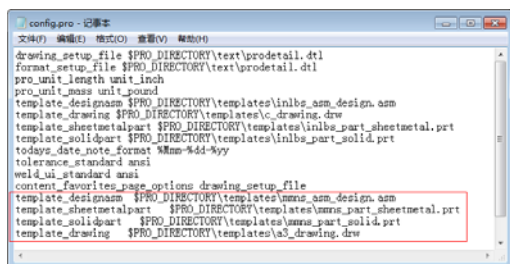

图 1-12 向 config.pro 文件添加内容
- 04** 将 config.pro 文件用记事本打开。然后在记事本文件中添加以下内容，如图 1-12 所示。